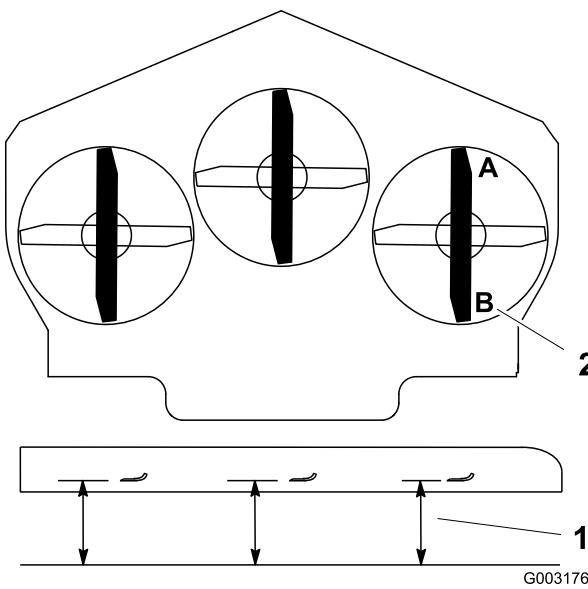

Figure 76
1. Tournez la lame droite dans le sens longitudinal (Figure 76).
2. Mesurez la distance au point **A** entre la surface plane et le tranchant de la pointe de la lame droite (Figure 76).
4. Mesurez la distance au point **B** entre la surface plane et le tranchant de la pointe de la lame droite (Figure 76).
6. La lame doit être plus basse de 6 à 10 mm au point **A** qu'au point **B** (Figure 76). Si ce n'est pas le cas, passez aux opérations suivantes.